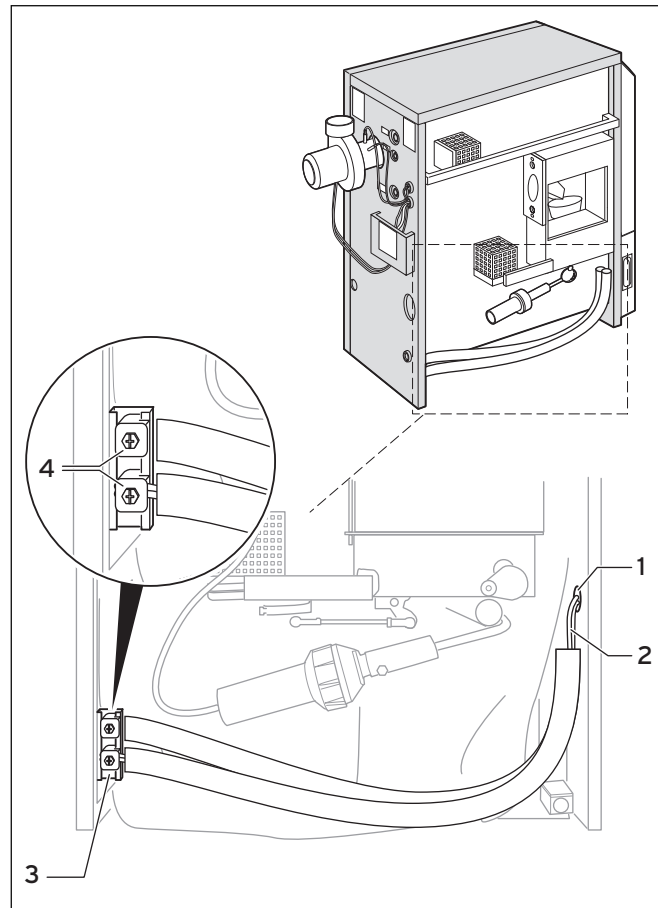

Abb. 6.1 Kabel verlegen
- Führen Sie das Kabel durch die Kabeldurchführung (→ **Abb. 6.1 Kabel verlegen**) hinten am Pellet-Heizkessel bis zur Hauptplatine.